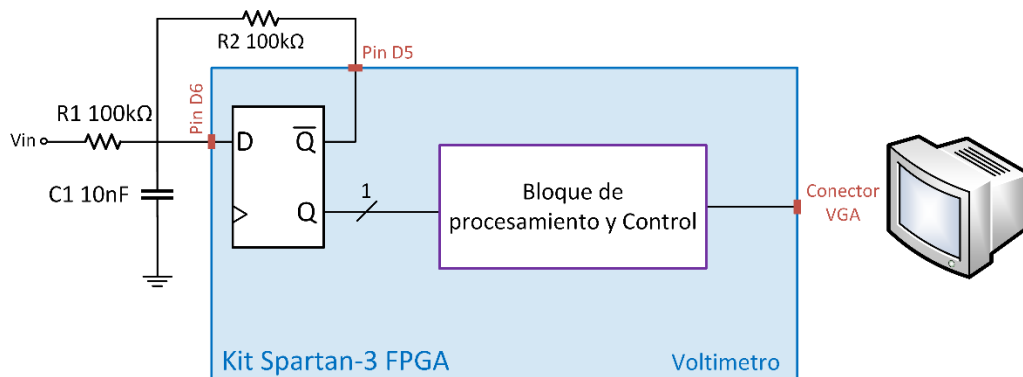

Figura 1. Conexión de placa Spartan-3E con voltímetro y periféricos
2. Esta diferencia de tensión se integra y la salida se compara con una tensión de referencia  $V_{ref}$ . El integrador se implementa de manera externa a la placa como se muestra en la figura 1